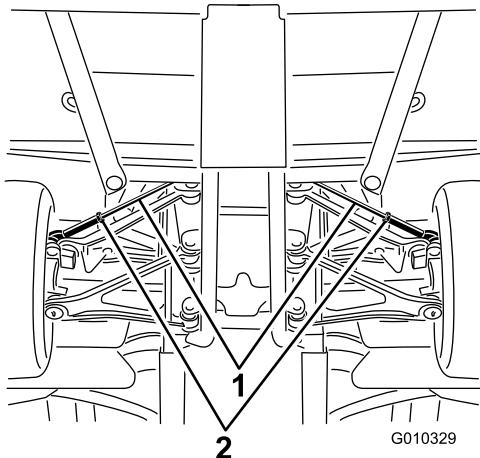

Figure 48
- Desserrez l'écrou de blocage au centre de la biellette (Figure 48)